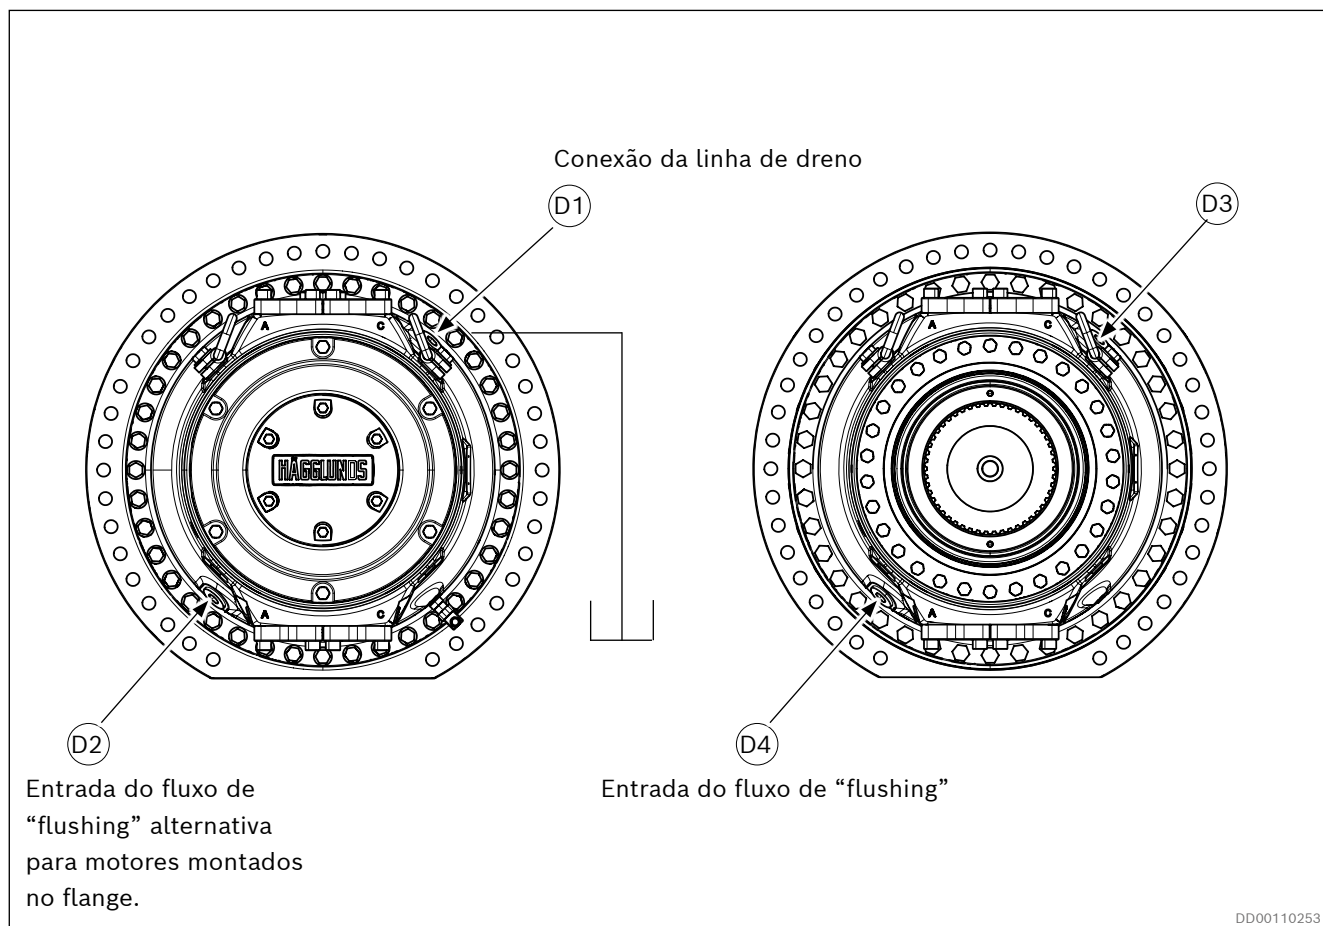
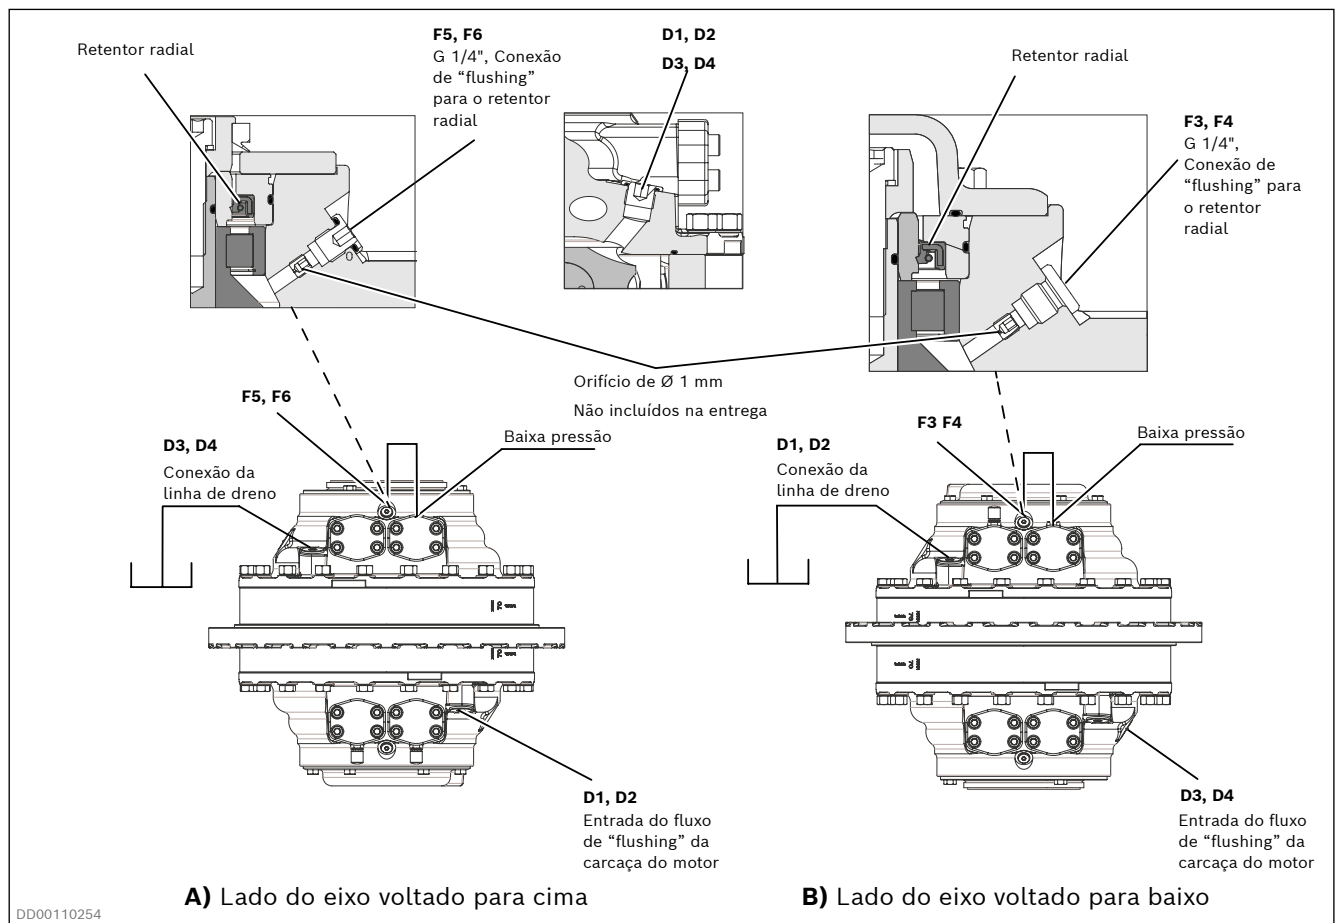
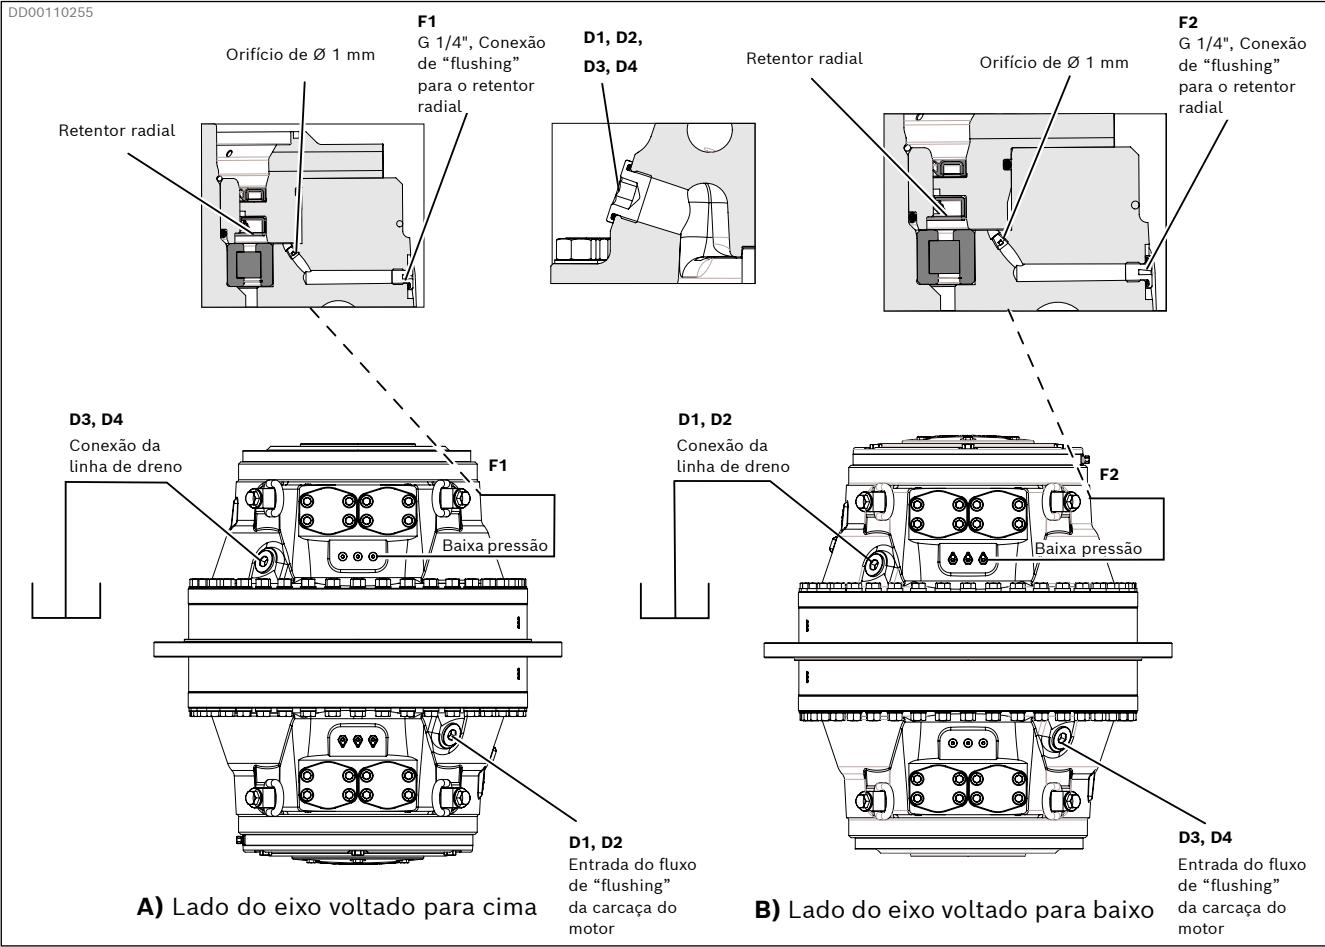

Fig. 43: Montagem horizontal
Fig. 44: Montagem vertical CBp 140
Fig. 45: Montagem vertical CBp 280 a CBp 840
Quando o motor é instalado com o eixo no plano horizontal, a mais alta das quatro portas de dreno de D1 a D4 deve sempre ser usada; consulte a Fig. 43.
A) Eixo do motor apontando para cima (Consulte a Fig. 44 ou Fig. 45, alt. A) Lado do eixo voltado para cima).
B) Eixo do motor apontando para baixo (Consulte a Fig. 44 ou Fig. 45 alt. B) Lado do eixo voltado para baixo).
Para o cálculo do "flushing" necessário, consulte a folha de dados RE 15301 ou entre em contato com o seu representante da Bosch Rexroth. O óleo de "flushing" deverá ser drenado pela linha de drenagem mais baixa, consulte o capítulo 7.4.6. Conecte a linha de "flushing" de entrada na porta de drenagem mais baixa, D1 a D4 no lado oposto, em comparação à saída de dreno, a fim de obter um fluxo de "flushing" cruzado através do motor; consulte a Fig. 43 Fig. 44 e a Fig. 45.